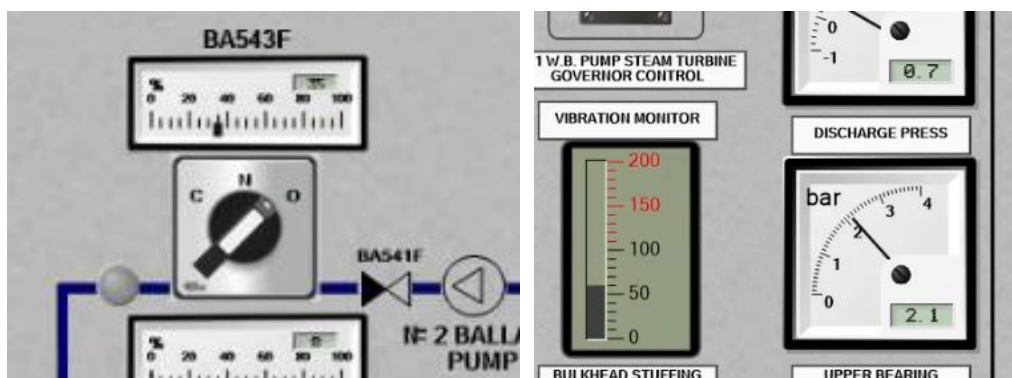

Figura 63- regulació de la pressió de la bomba
8. En aquest moment serà quan ens dirigim a la vàlvula BA543F que és la que regula la sortida d'aigua de la bomba 2 (en cas d'haver activat primer la bomba 1 aniríem a la BA544F) i començarem a obrir-la progressivament (Figura 63 esquerra). Aquesta vàlvula serà la que controlarà el caudal de sortida i la pressió, per tant, no ens interessa obrir-la del tot, en el menú de la bomba hauríem de veure una pressió mai superior a 4, sinó entorn 2 bars (Figura 63 dreta).